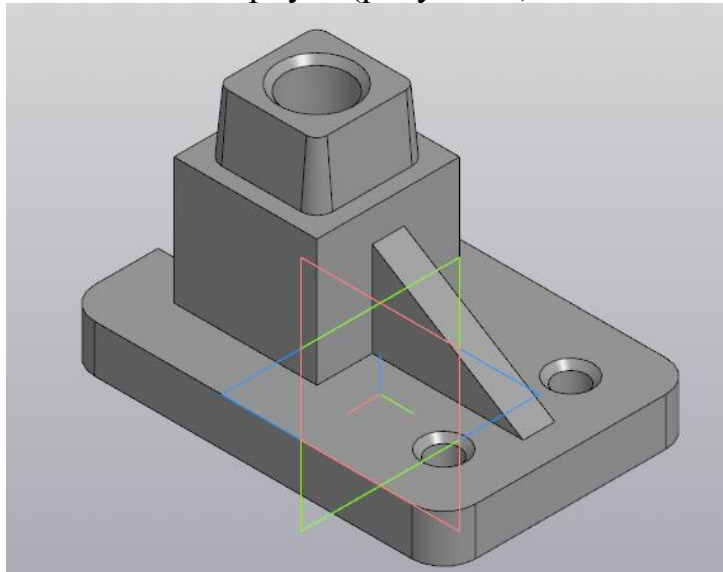

Рисунок 1.
1. Создание модели корпуса (рисунок 1).
26. Получили готовую модель корпуса (рисунок 1). Сохранить файл на рабочий стол.